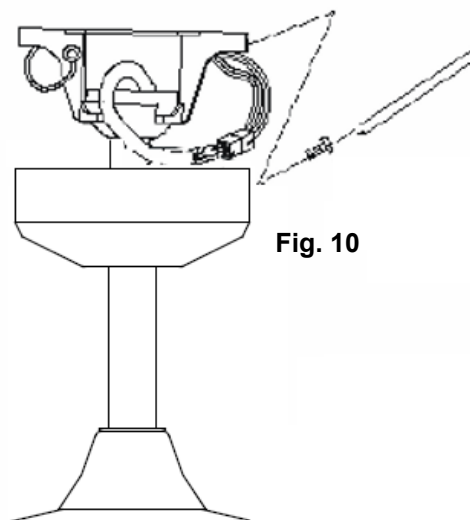

Fig. 10
- Coprire la staffa di supporto con la calotta. Assicurarsi che tutti i fili elettrici siano nascosti all'interno della calotta e che i fili non subiscano danni durante questa operazione. Fissare la calotta alla staffa con le viti fornite (Fig. 10).